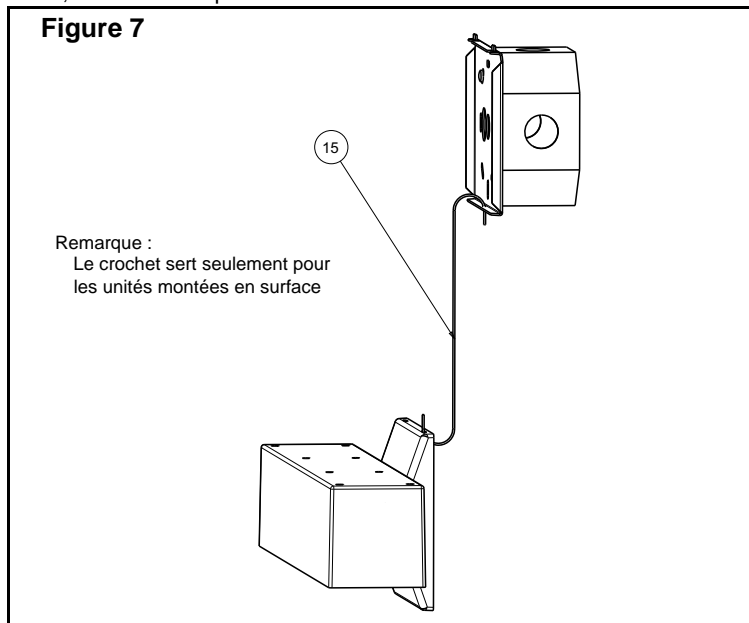

Figure 7
Les raccordements aux fils d'entrée doivent se faire à l'écart du PCBA et dans une zone précise selon les figures 7 et 8.
| 7. Couverture | 15. Crochet (voir fig. 7) |
6. Utilisez le crochet fourni pour suspendre l'assemblage couvercle/boîte arrière à la plaque de distribution (voir figure 7).